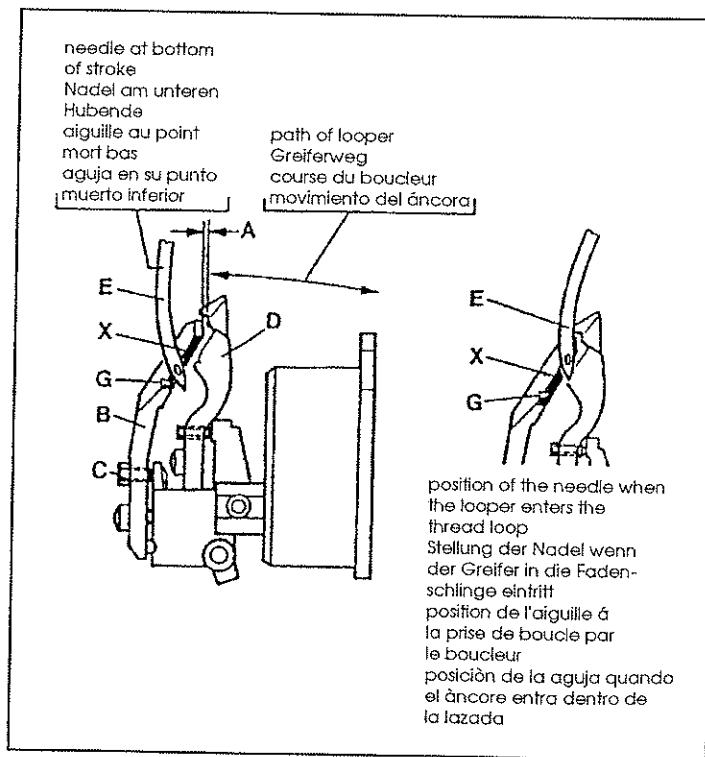

Fig. 6
Adjust the looper (D, Fig. 6) as described in paragraph "Setting the looper", see page 10.
NOTE: It is advisable to remove the rear needle guard (B, Fig. 6) for setting the looper.
Assemble the rear needle guard (B, Fig. 6). With set screw (C) adjust the distance (A) between looper (D) and rear needle guard (B) to 0.5 mm (.020 in.).
Laterally (front to rear) set the rear needle guard (B, Fig. 6) with its guarding surface (G) close to the needle (E) even so that it barely contacts it, to avoid hitting of the needle by the looper point.
Edge (X, Fig. 6) on the guarding surface (G) of the rear needle guard (B) should not essentially disturb the needle thread. If disturbance of the needle thread occurs it can be eliminated by slightly changing the 0.5 mm (.020 in.) distance between looper and rear needle guard as well as by slightly changing the needle height.
Stellen Sie den Greifer (D, Fig. 6) wie im Abschnitt "Einstellung des Greifers" beschrieben ein, siehe Seite 10.
BEACHTEN SIE: Es ist ratsam, zum Einstellen des Greifers den hinteren Nadelanschlag (B, Fig. 6) zu entfernen.
Bauen Sie den hinteren Nadelanschlag (B, Fig. 6) ein. Stellen Sie mit dem Gewindestift (C) den Abstand (A) zwischen Greifer (D) und hinterem Nadelanschlag (B) auf 0,5 mm.
Seitlich (von vorne nach hinten) stellen Sie den hinteren Nadelanschlag (B, Fig. 6) mit seiner Schutzfläche (G) dicht an die Nadel (E), so dass er sie gerade berührt, um zu verhindern, dass die Nadel von der Greiferspitze getroffen wird.
Die Kante (X, Fig. 6) an der Schutzfläche (G) des hinteren Nadelanschlags (B) soll den Nadelfaden nicht wesentlich stören. Tritt eine Störung des Nadelfadens auf, kann diese durch leichtes Verändern des 0,5 mm Abstands zwischen Greifer und hinterem Nadelanschlag sowie durch leichtes Verändern der Nadelhöhe beseitigt werden.
Régler le boucleur (D, Fig. 6) comme indiqué au paragraphe "Réglage du boucleur" page 10.
Monter le protège aiguille arrière (B, Fig. 6). Avec la vis (C) régler à 0,5 mm la distance (A) entre le boucleur (D) et le protège aiguille arrière (B).
Régler latéralement (avant-arrière) le protège aiguille arrière (B, Fig. 6) avec la surface de protection (G) près de l'aiguille de même qu'elle frôle pour éviter tout contact avec la pointe du boucleur.
Le bord (X, Fig. 6) du protège aiguille ne doit surtout pas interférer avec le fil d'aiguille. Si cela se produit, il est possible d'y remédier en modifiant légèrement de 0,5 mm entre le boucleur et le protège aiguille et, éventuellement, en changeant la hauteur de l'aiguille.
Ajustar el áncora (D, Fig. 6) tal como se describe en el párrafo "Colocación del áncora", ver página 10.
Montar el salva agujas posterior (B, Fig. 6). Con el tornillo de fijación (C) ajustar la distancia (A) entre áncora (D) y salva agujas posterior (B) para que sea de 0,5 mm. La aguja deberá encontrarse permanentemente en contacto con la superficie (G) del salva agujas posterior (B) durante todo el recorrido de la aguja, desde el punto muerto inferior, hasta que el áncora entra en la lazada del hilo aguja.
Ajuste lateral (de detrás hacia adelante) del salva agujas posterior (B, Fig. 6) en la zona (G), que deberá estar lo más cerca posible de la aguja (E), de forma de que apenas tome contacto con el salva agujas (E) para evitar el choque entre la punta del áncora y aguja.
El canto (X, Fig. 6) de la zona de contacto (G), del salva agujas posterior (B), debe situarse de manera que no desvie el hilo de la aguja. Si esto ocurre, puede eliminarse moviendo ligeramente la distancia de 0,5 mm que existe áncora y salva agujas posterior, o variando ligeramente la altura de la aguja.